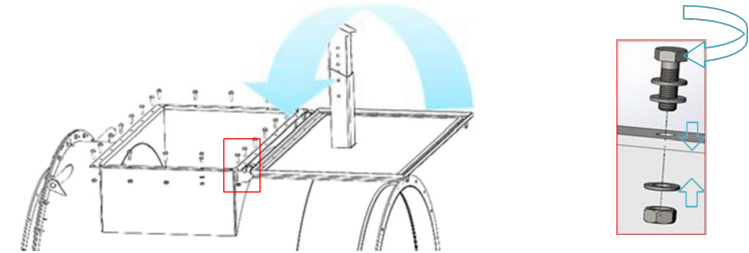

Figure 13. Fermeture de la trappe d'inspection
Étape 3 : refermez la trappe d'inspection comme illustré à la Figure 13. Si nécessaire, remplacez la bande adhésive pour en assurer l'étanchéité.